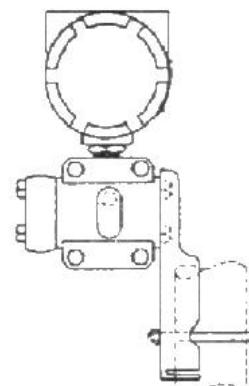

图 2.3 平支架管装
**平支架管装**的典型安装方式如图 2.3 所示。用所提供的 4 个螺栓将变送器固定于管装平支架上，再通过 U 型螺栓将管装平支架固定于Φ50 mm 左右的垂直管上。